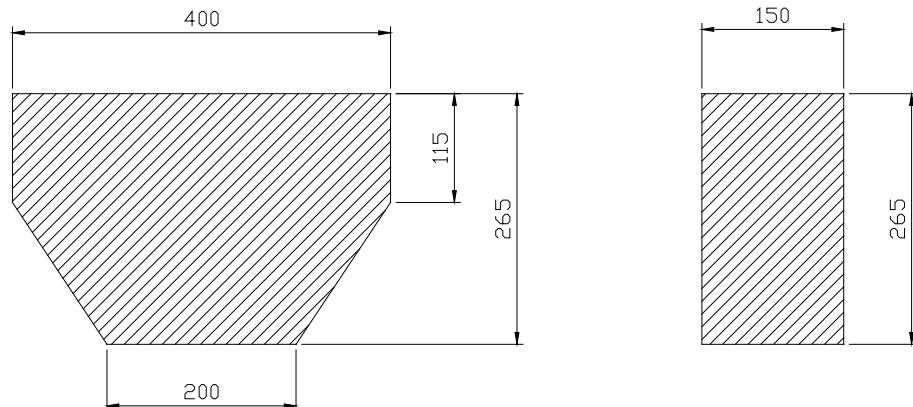

图 1，模型结构区域图
模型整体包括竹高跷模型和踏板两个部分，其结构如图 1~3 所示。踏板固定在竹高跷模型顶面上，将来自参赛选手的荷载通过踏板 A、B、C 三处实木条传递至模型。踏板由组委会提供。
(1) 模型采用竹材料制作，具体结构形式不限。
(2) 制作完成后的高跷结构模型外围长度为 $400\text{mm}\pm5\text{mm}$ ，宽度为 $150\text{mm}\pm5\text{mm}$ ，高度为 $265\text{mm}\pm5\text{mm}$ ；模型结构物应在图 1 所示的阴影部分之内。
(3) 模型底面尺寸不得超过 $200\text{mm}\times150\text{mm}$ 的矩形平面。